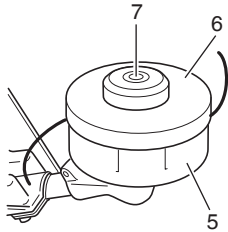

Fig. 3
- Compruebe si la cubierta (5), la caja (6) y otros componentes tiene grietas u otros daños. (Fig. 3).
Si hay un agujero en la parte inferior (7) del botón, cambie las piezas nuevas inmediatamente. (Fig. 3)